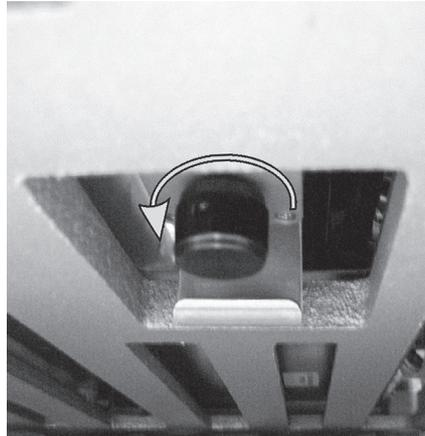

Abbildung 132: Knopf für die manuelle Entriegelung
7. Drehen Sie den Knopf wie in Abbildung 132 dargestellt. Dabei gleiten die Covertiles über die Objektträger und das gesamte Rack mit Aufnahme fährt nach oben.
4. Finden Sie den unten am Objektträger-Rack befindlichen Knopf für die manuelle Entriegelung (siehe Abbildung 132).
5. Drehen Sie den Knopf wie in Abbildung 132 dargestellt. Dabei sollten die Covertiles über die Objektträger gleiten und das gesamte Rack sowie die Aufnahme nach oben fahren.